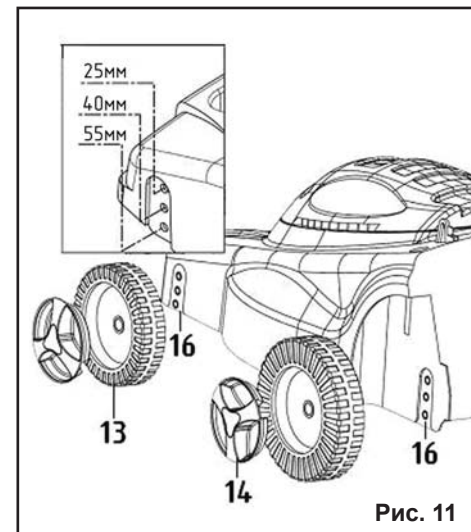

Рис. 11
7.4.2. Поднимите дефлектор (12) газонокосилки и установите травосборник (11) на газонокосилку.
8. ПОРЯДОК РАБОТЫ С ГАЗОКОСИЛКОЙ**8.1. Регулировка высоты скашивания (Рис.11)**